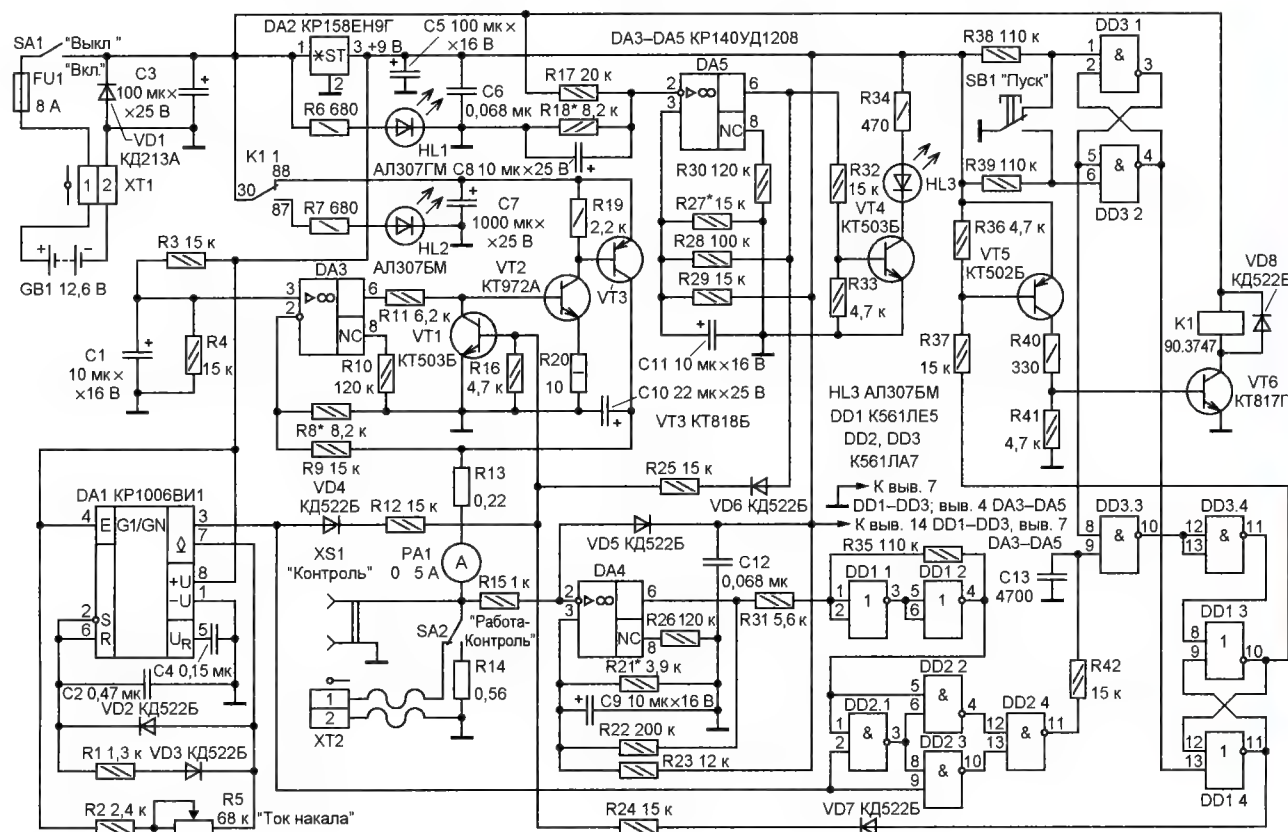

Рис. 2
**Принципиальная схема** прибора представлена на **рис. 2**. Диод VD1 и плавкая вставка FU1 образуют узел защиты от подключения АКБ GB1 в неправильной полярности. Если такое случится, диод VD1 откроется, а плавкая вставка FU1, сгорев, защитит прибор от повреждения. Светодиод HL1 — индикатор включённого состояния прибора, HL2 — индикатор сигнала "Блокировка".